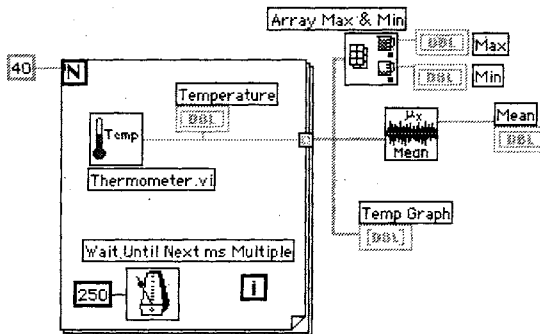

Рис. 8.35
4. Постройте блок-диаграмму, как показано на рис. 8.35. Обязательно обратитесь к окну контекстной помощи для отображения вводов и выводов этих функций и смотрите на концы проводников, иначе вы можете ошибочно подключиться к ненужному терминалу.